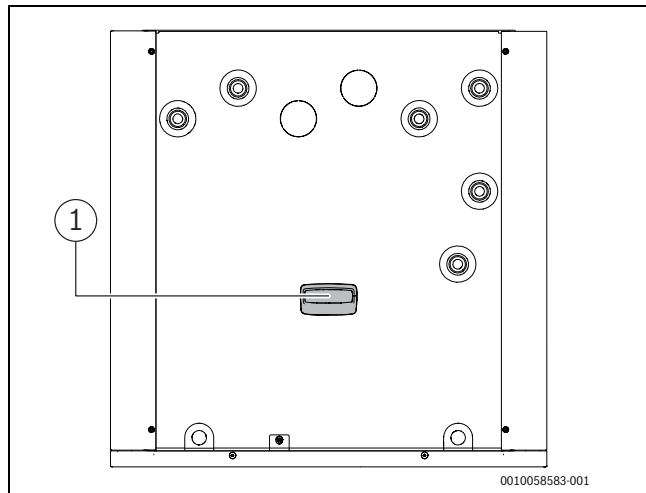

Bild 16 Funkmodul platzieren
- Modul in den Halter einsetzen (→ [1], Abbildung 16). Wenn das Modul richtig eingesetzt wurde, blinkt eine LED.